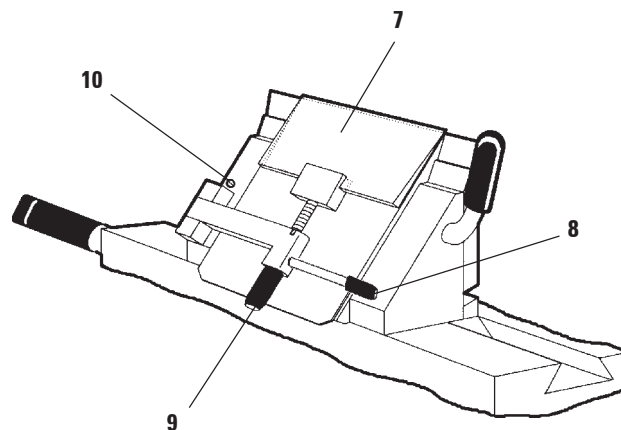

Fig. 20.2
- Pour déplacer la plaque anti-roll vers le haut, donc vers la lame, tournez la molette (9, Fig. 20.2) dans le sens inverse des aiguilles d'une montre.
- Pour déplacer la plaque anti-roll vers le bas, donc en l'éloignant de la lame, tournez la molette (9, Fig. 20.2) dans le sens des aiguilles d'une montre.
Il est conseillé d'effectuer un pré-ajustage pour une épaisseur de coupe importante (p.ex. 10 µm) et de passer ensuite progressivement à l'épaisseur voulue. Il suffit alors de parfaire l'ajustage de la plaque à l'aide de la molette (9, Fig. 20.2).